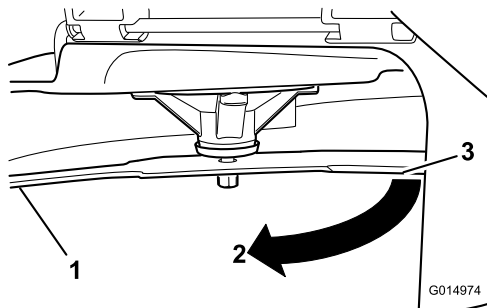

**Figure 66**
5. Mesurez la distance entre la pointe de la lame et la surface plane (Figure 66).